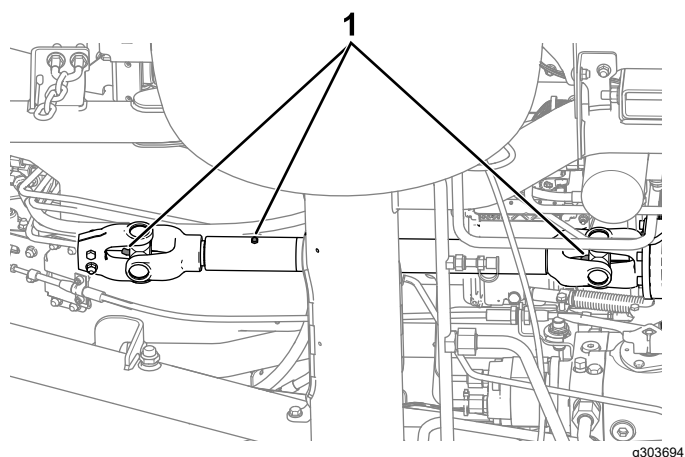

Рисунок 46
- Ведущий вал механизма отбора мощности (Рисунок 46)